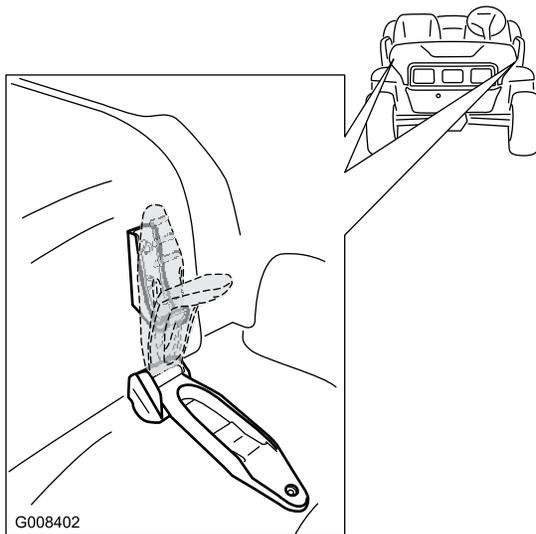

图 26
1. 向上提起引擎盖两侧橡胶门锁上的手柄 图 26。
2. 将橡胶门锁与引擎盖两侧的锁锚对齐固定引擎盖 图 26。